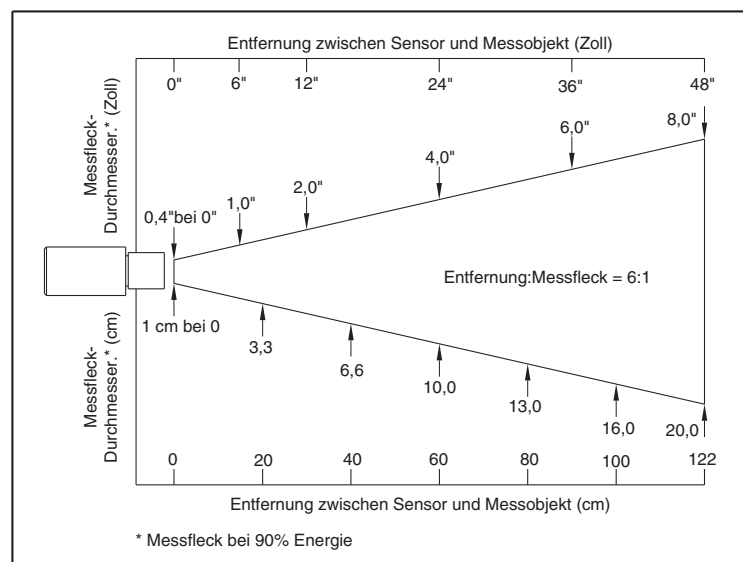

Abbildung 3-3. Optik und Messfleck
- ✓ Das Messobjekt ist größer als der Messfleck des Sensorkopfs (Abb. 3-3).